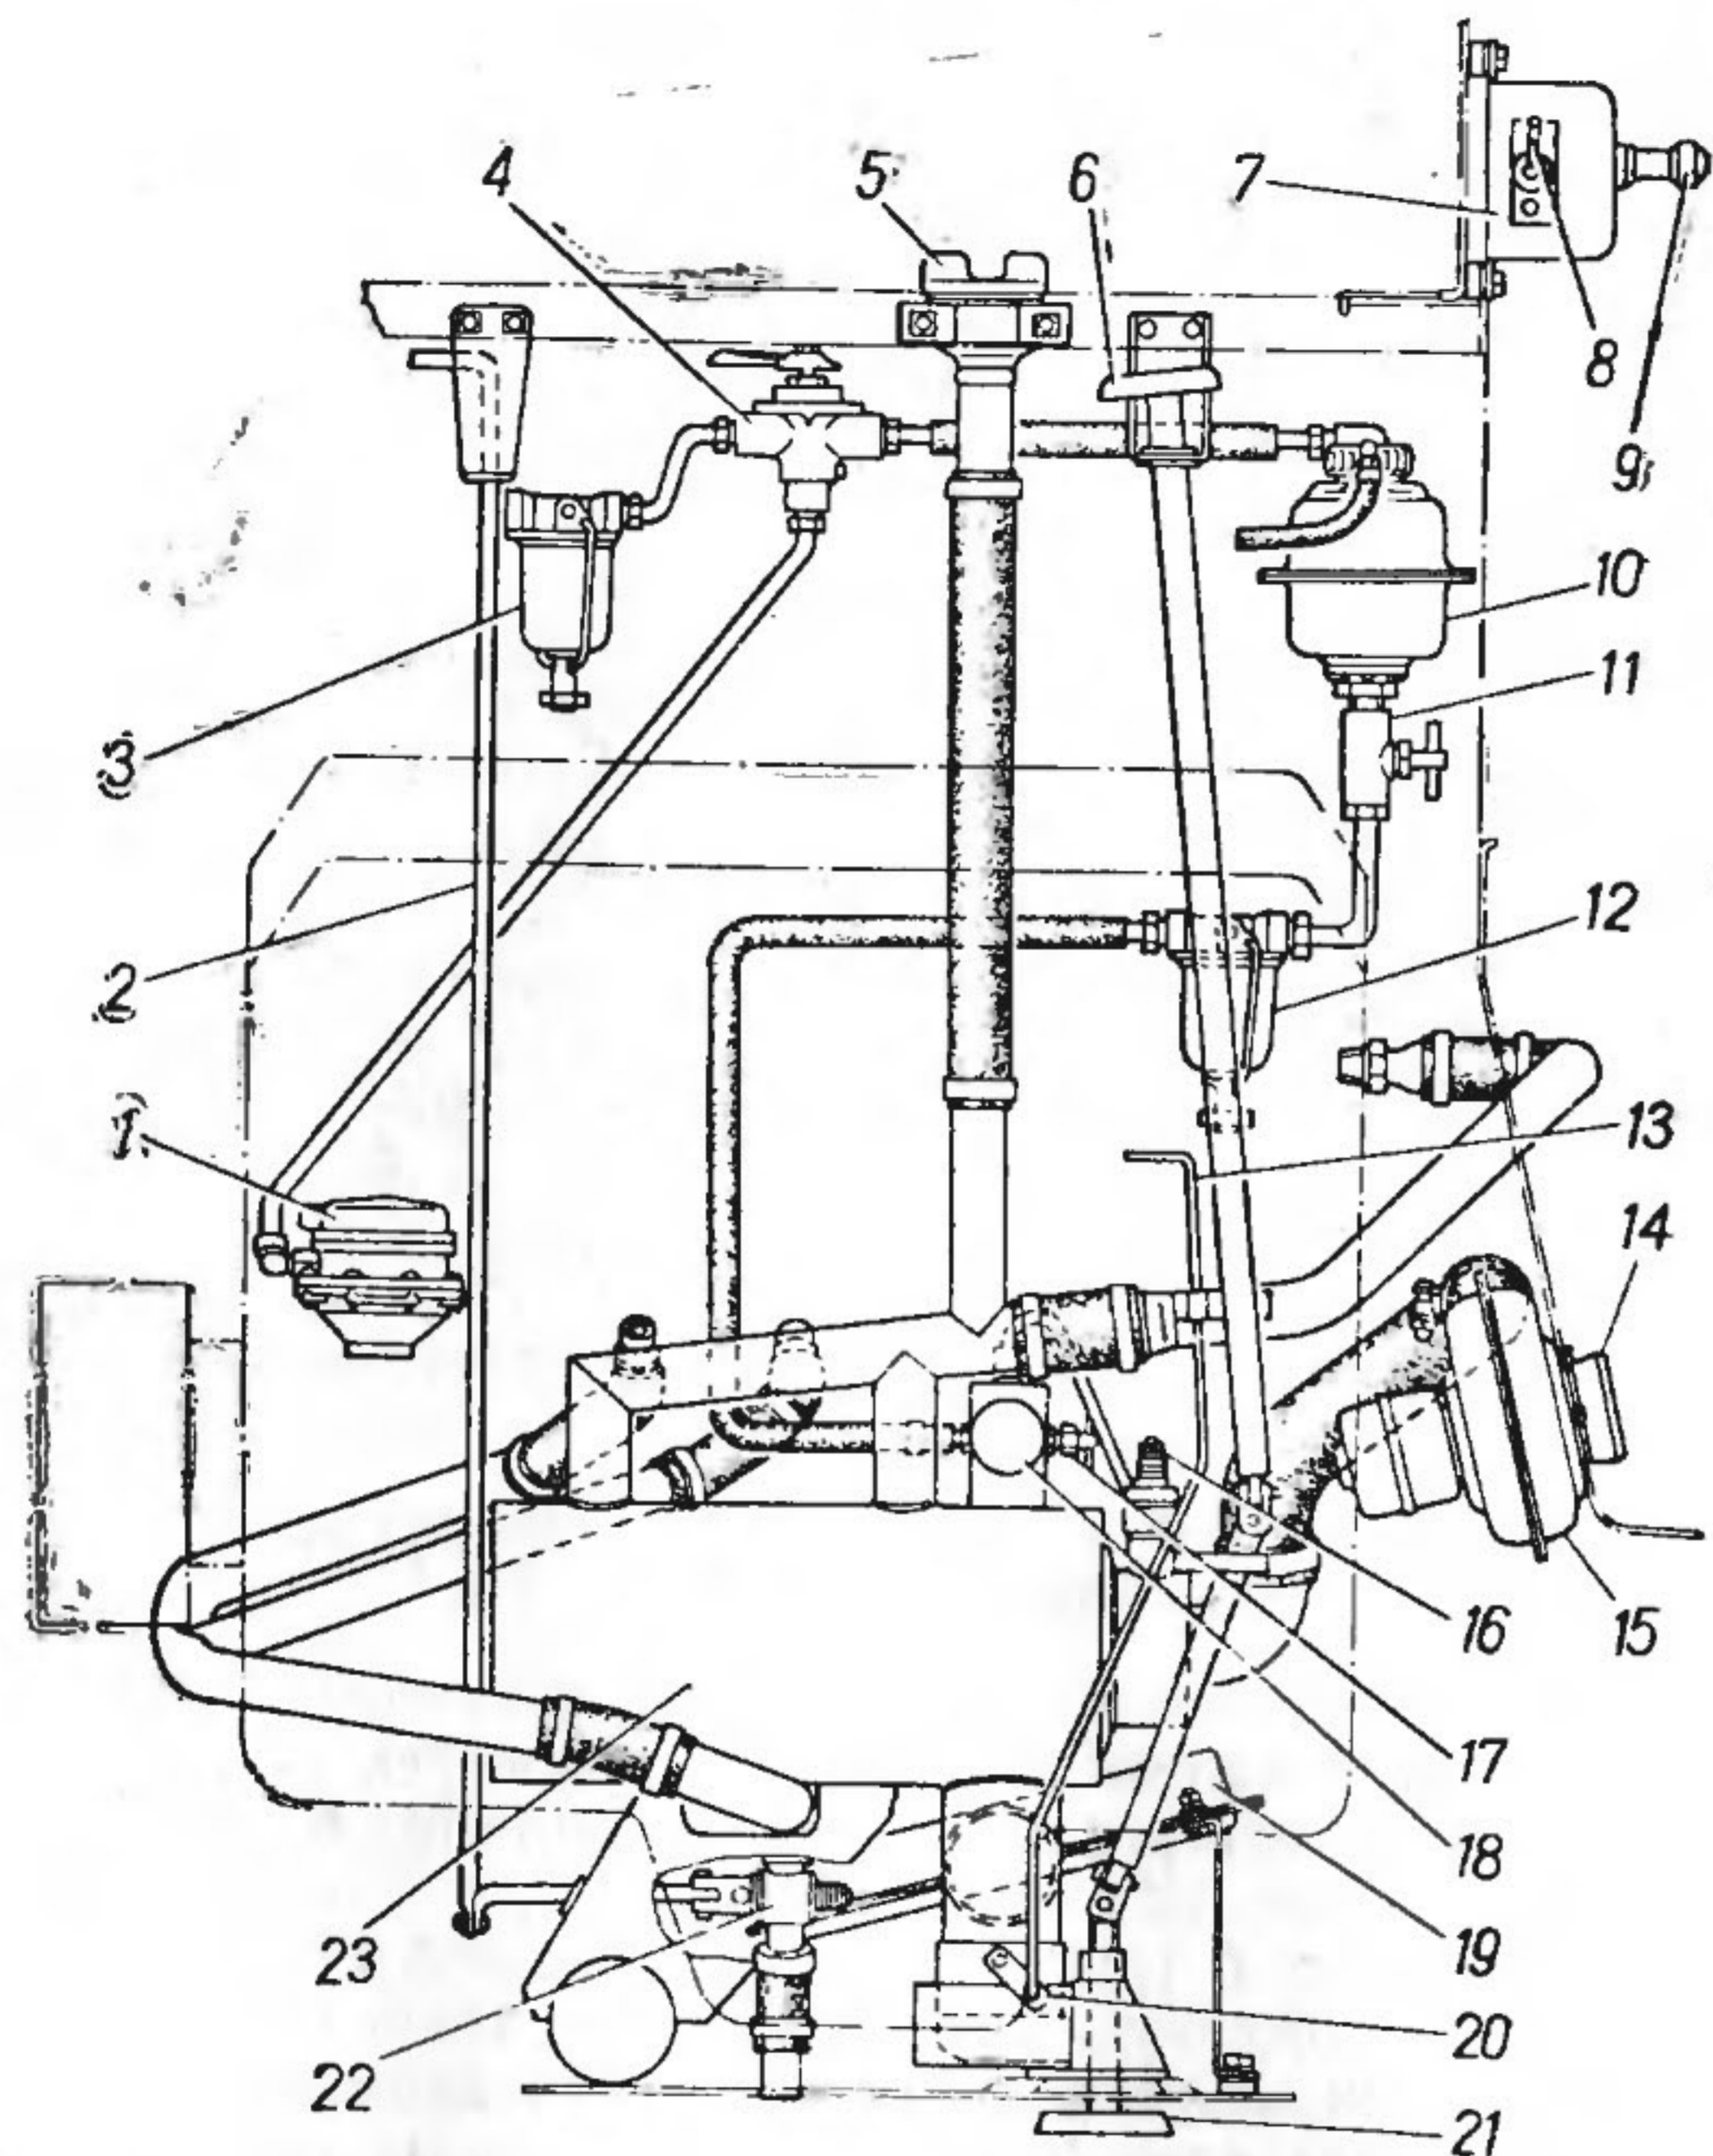

Рис. 30. Схема установки пускового подогревателя:
С целью обеспечения противопожарной безопасности предусмотрен выпуск газов из котла пускового подогревателя через отверстие в днище транспортера. Пробка 21 (рис. 30) имеет дистанционный привод. Она полностью открывается после того, как ручка 6, находящаяся под правой решеткой моторного отделения слева, будет повернута на 4—5 оборотов по ходу часовой стрелки. В случае примерзания пробки к днищу следует стронуть с места механизм привода гаечным ключом размером 19 мм за шестигранник, находящийся под ручкой 6. Усилие к ключу прикладывать плавно и осторожно.
1. Вращая ручку 6 (рис. 30) по ходу часовой стрелки, открыть пробку 21, расположенную в днище корпуса транспортера, и убедиться в открытии заслонки нижнего газоотводящего патрубка подогревателя (ручка тяги 13 при этом должна находиться в нижнем крайнем положении).